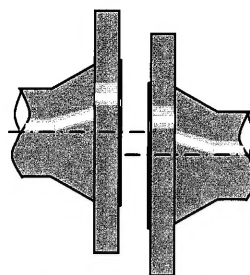

図2 軸差がある
- ・相対するフランジの軸差があると、ガスケットが正しい位置にセッティングできないため修正してください。（図2参照）